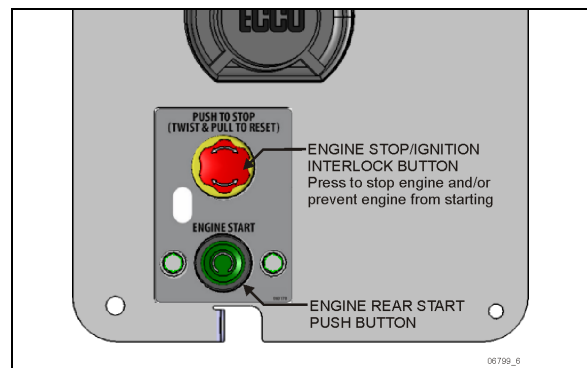

FIGURA 5: TABLERO DE ARRANQUE TRASERO
3. En el panel de arranque trasero del compartimiento del motor (Figura 5), oprima el botón de **paro del motor/interbloqueo de ignición** para evitar que el motor sea arrancado.